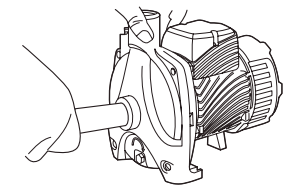

Figura 6.
6. Conectar la tubería al orificio de succión. (ver Figura 6).